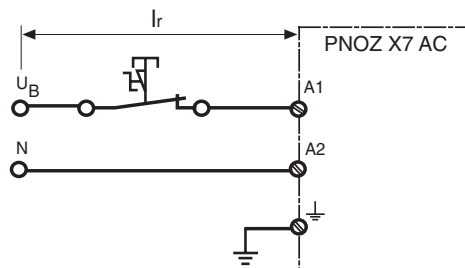

Fig. 3: Leitungslänge I_r bei Ringleitung/Cable length I_r with a ring circuit/Longueur de câblage I_r en boucle
- Ringleitung, 1 Phase (s. Fig. 3): 1 km
- ring circuit (Fig. 3): 1 km
- Câblage en boucle (v. Fig. 3): 1 km